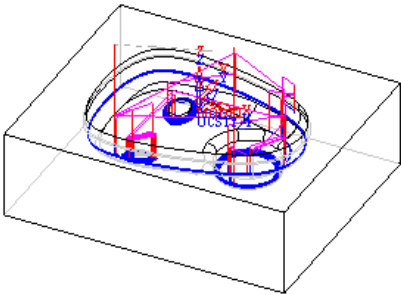

图 3-195 生成的刀具路径（6）
5) 计算刀具路径。完成参数设置后，单击“NC Process Manager”对话框中的保存并计算按钮，运算当前加工程序；此时图形区显示的刀具路径如图 3-195 所示。